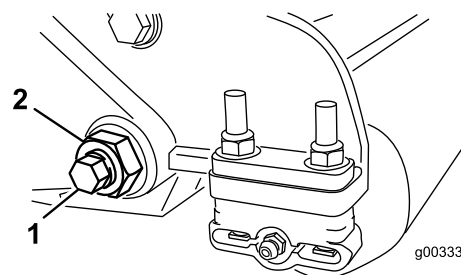
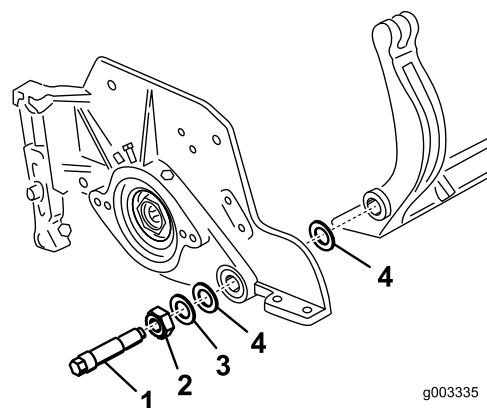

Bild 29
Bild 30
3. Lösen Sie an jeder Seite der Maschine die Klemmmutter, mit der die Schraube des Untermesserträgers befestigt ist (Bild 29).
4. Nehmen Sie jede Schraube des Untermesserträgers ab, damit der Untermesserträger nach unten gezogen und von der Maschine entfernt werden kann (Bild 29). Bewahren Sie die beiden Nylonscheiben und die beiden Scheiben aus gestanzten Stahl an jedem Ende des Untermessers auf (Bild 30).
2. Befestigen Sie den Untermesserträger mit den Untermesserträgerschrauben (Muttern an den Schrauben) und den sechs Scheiben an jeder Seitenplatte. Legen Sie eine Nylonscheibe an jede Seite des Seitenplattenansatzes. Legen Sie eine Stahlscheibe außen auf jede äußere Nylonscheibe (Bild 30). Ziehen Sie die Schrauben des Untermesserträgers auf 27-36 N-m an.
9. Befestigen Sie den Untermesserträger mit den Untermesserträgerschrauben (Muttern an den Schrauben) und den sechs Scheiben an jeder Seitenplatte. Legen Sie eine Nylonscheibe an jede Seite des Seitenplattenansatzes. Legen Sie eine Stahlscheibe außen auf jede Nylonscheibe (Bild 32). Ziehen Sie die Schrauben des Untermesserträgers auf 37-45 N·m an. Ziehen Sie die Sicherungsmuttern an, bis sich die Stahlscheibe außen nicht mehr dreht und kein Spiel am Ende vorhanden ist, ziehen Sie jedoch nicht zu stark an oder verbiegen Sie die Seitenplatten. Die Scheiben innen können einen Abstand aufweisen (Bild 30).